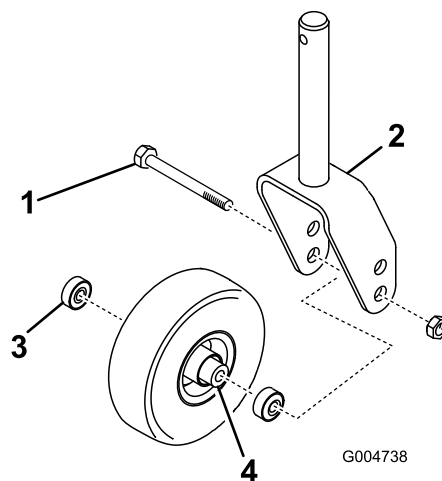

Figure 98
1. Retirez le contre-écrou du boulon vis de fixation de l'ensemble roue pivotante entre la fourche (Figure 98) ou le bras de pivot. Maintenez la roue pivotante et sortez le boulon de la fourche ou du bras pivotant.
2. Enlevez le roulement du moyeu de la roue et laissez tomber la douille d'écartement à l'extérieur (Figure 98). Enlevez le roulement de l'autre côté du moyeu.